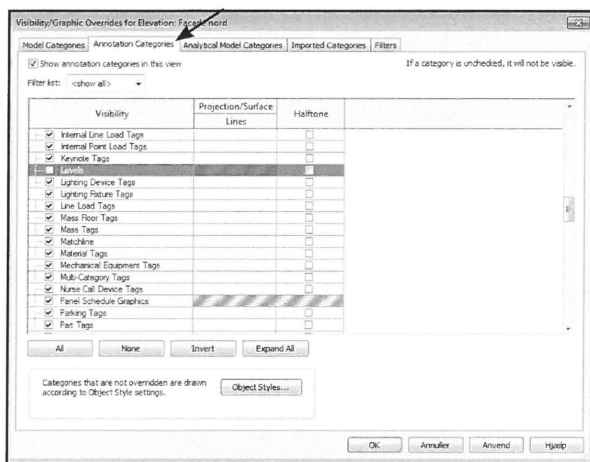
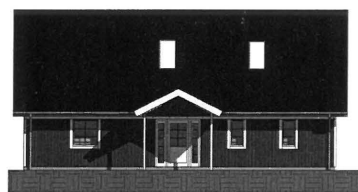

Fig. 14.04. Find *Section* og *Levels* på listen og fjern fluebenet.
Fig. 14.05. Tegningen er nu "rengjort".
- Klik på *Annotation Categories* fanebladet (Fig. 14.04).
- Find *Levels* og *Sections* på listen og fjern fluebenet (Fig. 14.04).
- Bliv ved med at rydde op, til du er tilfreds med facaden (Fig. 14.04 - Fig. 14.05).